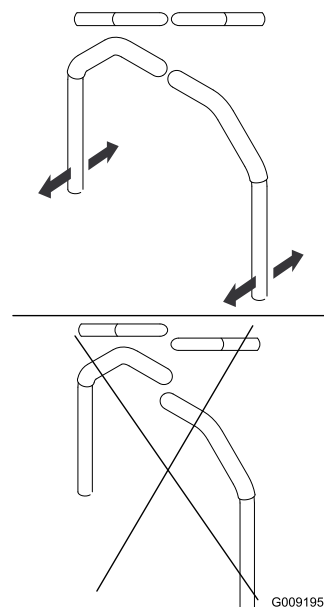

Figure 91
4. Réglez l'alignement avant/arrière des leviers en les plaçant tous deux à la position POINT MORT, puis faites-les coulisser jusqu'à ce qu'ils soient alignés, et serrez les boulons (Figure 91).